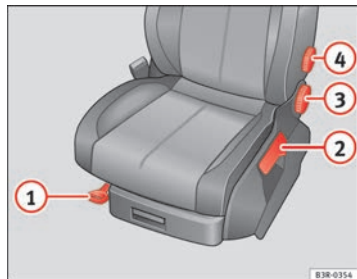

Fig. 105 Mandos en el asiento del conductor
- Levante la palanca ① ⇒ fig. 105 y desplace el asiento hasta la posición deseada.
- Suelte la palanca ① y siga desplazando el asiento hasta que encaje el bloqueo.
- Tire de la palanca ② ⇒ fig. 105 hacia arriba varias veces hasta alcanzar la posición deseada.
- Con la mano, gire la rueda ③ ⇒ página 138, fig. 105 para ajustar la inclinación del respaldo.
⇒ página 138, fig. 105 para ajustar el apoyo lumbar.